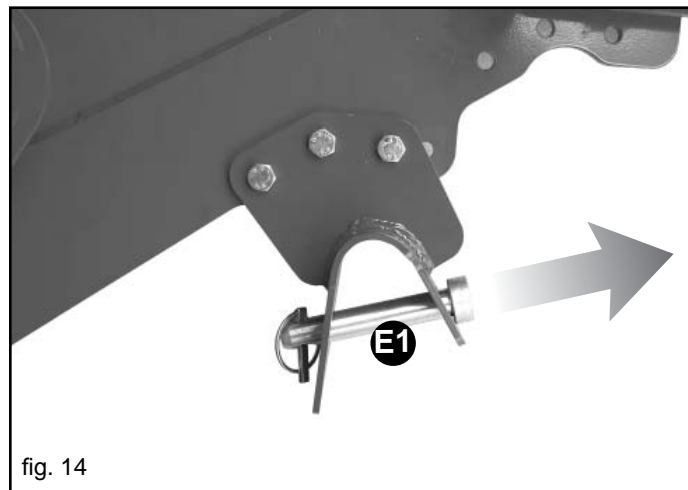

fig. 14
- 2) Rimuovere le spine a scatto e sganciare i perni di sicurezza (E1, Fig. 14).
- 2) A macchina sollevata inserire i puntelli di sostegno per garantire la stabilità della seminatrice e togliere i perni di sicurezza (E1, Fig. 14).